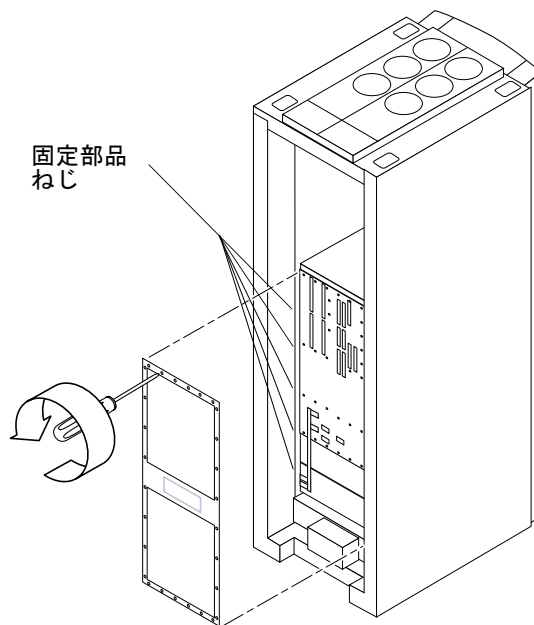

図 12-14 背面スクリーンパネル — Sun Fire 4810 システム
5. システムの背面から、左側にある固定部品の 5 本のねじを外します (図 12-14)。
6. システムの背面から、背面スクリーンパネルをシステムに固定しているねじを外します (図 12-14)。
5. 背面スクリーンパネルをシステムに固定するねじを、元の位置に取り付けます (図 12-14)。
6. 左側の固定部品をキャビネットに固定する 5 本のねじを、元の位置に取り付けます (図 12-14)。